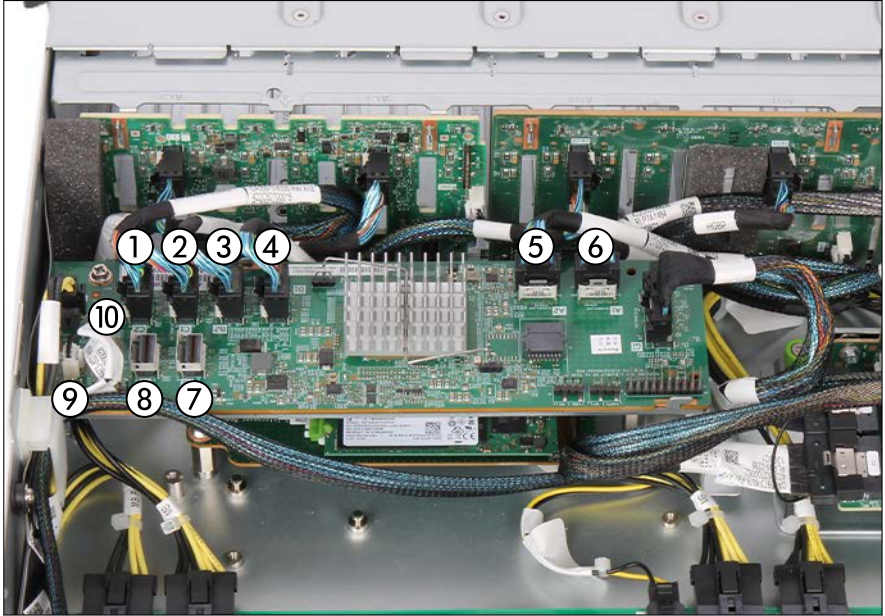

Bild 103: Kabel am SAS-Expander-Board anschließen
- ▶ Schließen Sie die Kabel am SAS-Expander-Board an, siehe Bild 103.